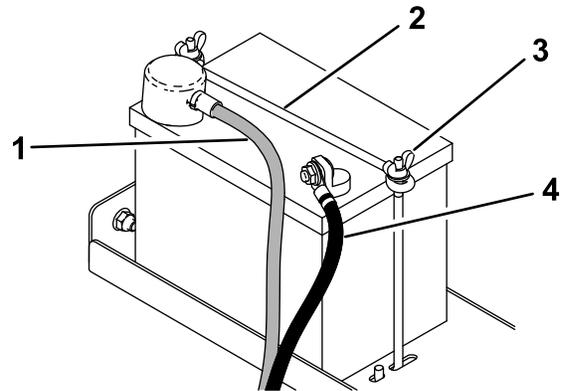

Figura 34
3. Retire el cable negativo de la batería (Figura 34).
4. Retire el cable positivo de la batería (Figura 34).
5. Retire las 2 tuercas de orejeta, la varilla de seguridad y la batería (Figura 34).
1. Coloque la batería sobre la plataforma y sujétela con las 2 tuercas de orejeta y la varilla de seguridad (Figura 34).
2. Conecte el cable positivo de la batería a la batería (Figura 34).
3. Conecte el cable negativo de la batería a la batería (Figura 34).